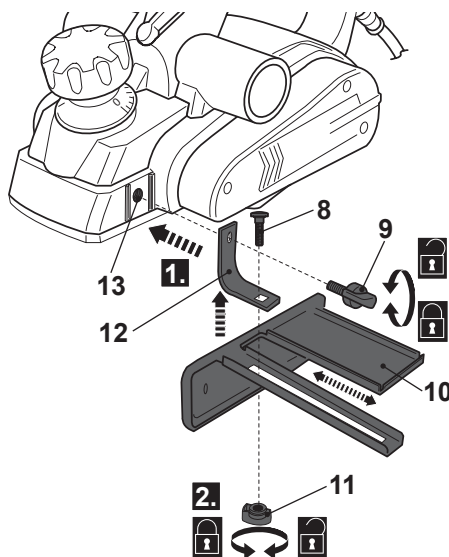

Fig. 3
- > Alinhe o orifício no suporte angular (12) com o orifício de montagem (13) e fixe-o com um parafuso de orelhas (9) (Fig. 3, passo 1).
- > Fixe a guia paralela (10) no suporte angular (12) com o perno de montagem (8) e a porca de orelhas (11) (Fig. 3, passo 2).
- > Ajuste a guia paralela (10) para a largura desejada.
- > Aperte a porca de orelhas (11).